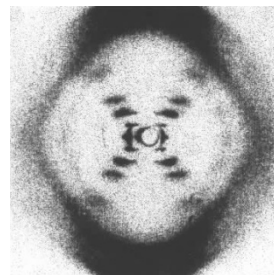

图 2 DNA 结构的 X-射线衍射图样
F. H. C. Crick 和 M. H. F. Wilkins) 共同获得了 1962 年的诺贝尔生理学 and 医学奖。而图 2 则是他们发表的一张揭示生物大分子 DNA 双螺旋结构的 X 光衍射照片(Nature, 171 (4356) (1953) 738)。